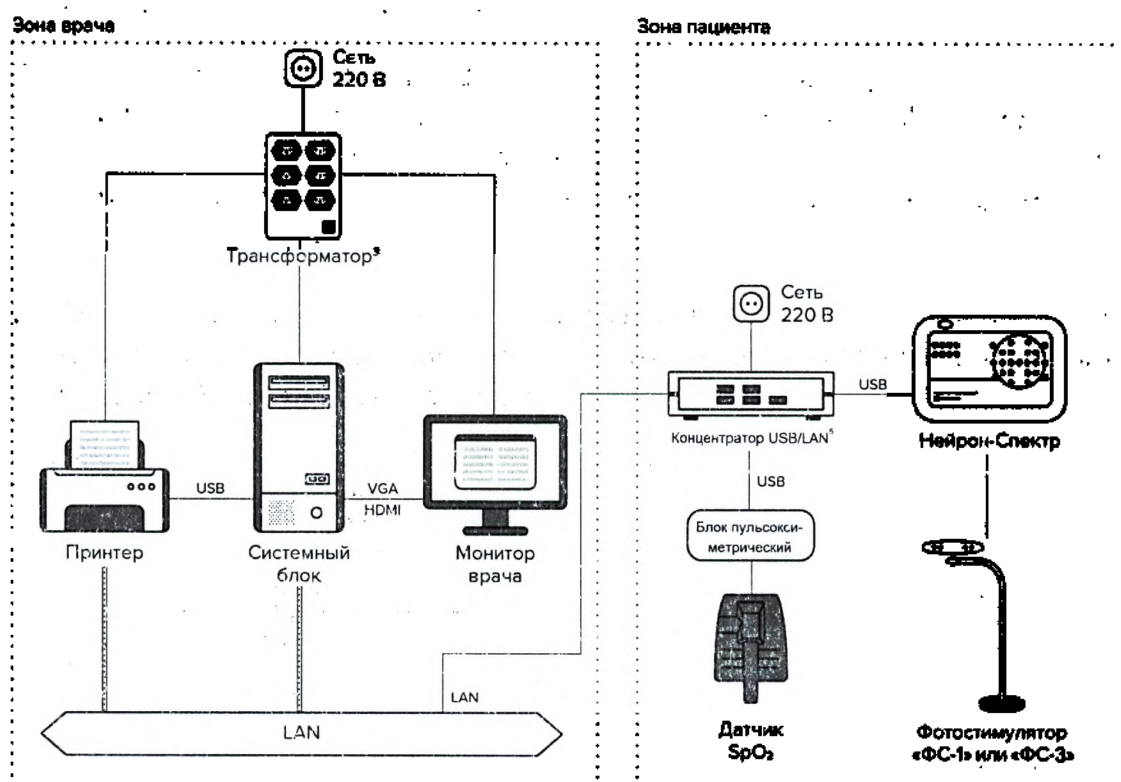

Рис. 22. Схема подключения оборудования через концентратор USB/LAN
5. При размещении оборудования, находящегося в зонах пациента и врача, на расстоянии более 3 м друг от друга, вместо концентратора USB должен быть использован Silex или концентратор USB/LAN (рис. 22).